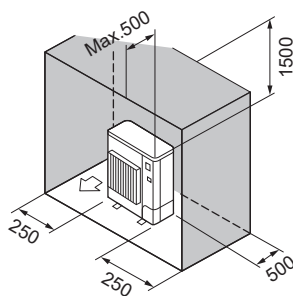

Fig. 2-12
- (6) Solo ostacoli posteriori, laterali e superiori (Fig. 2-12)